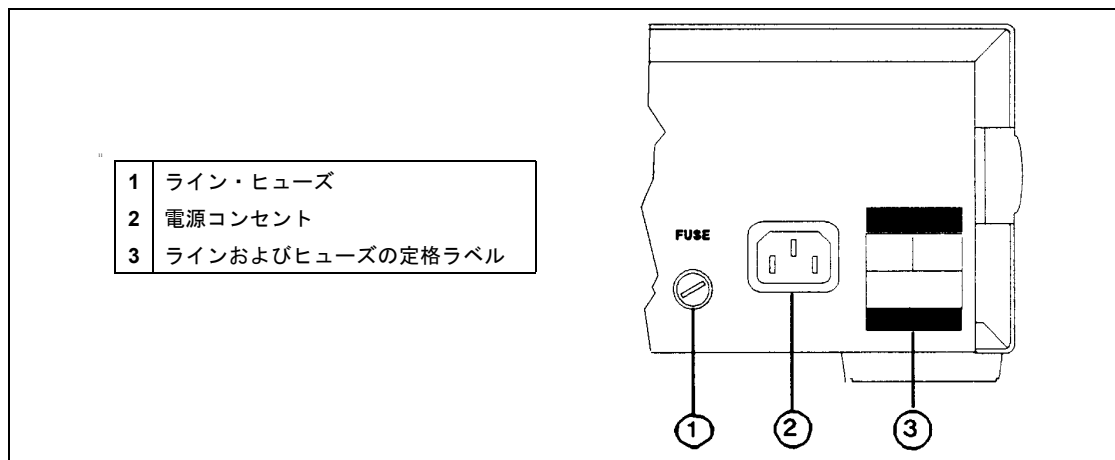

図2-1. シリーズ654xAおよび655xA電源接続
本器は、リア・パネルのラインRatingラベルに示してあるように、公称100V、120V、220V、230V、または240Vの単相交流電源で作動させることができます。各種電源の電圧および周波数については、表1-1aの「AC入力定格」を参照してください。表1-1bの「最大ACライン電流定格」には必要な電流負荷が表されています。ライン・ヒューズは、リア・パネルのヒューズ・ホルダ内に取り付けられています（図2-1参照）。リア・パネルのLine Fuseラベルには、本器で使用されるヒューズ値が示されており、表1-3には、交換用ヒューズが表されています。
部品の位置については、図2-1および図4-1を参照にしてください。
- II. ラインおよびヒューズの定格ラベル（図2-1の3）を確認します。
- B. ドライバを使ってヒューズホルダ（図2-1の1）からライン・ヒューズを取り出し、ヒューズがラベルで定められているものであることを確認します。ヒューズを元に戻します。
ライン・ヒューズは、リア・パネル（図2-1の1）に取り付けられています。手順は以下の通りです。